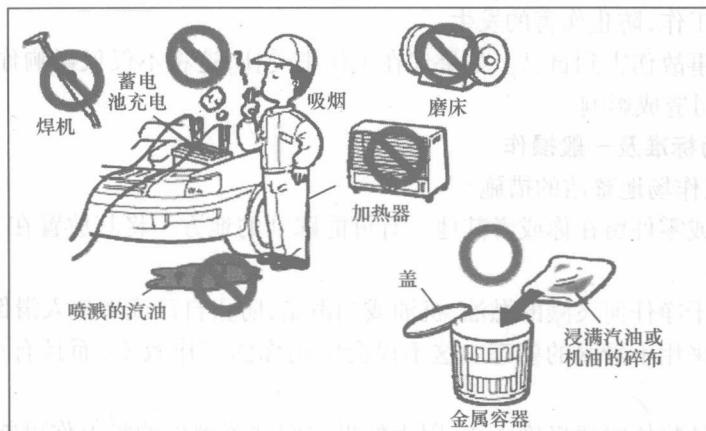

图 1-1-5 车间防火要求
(1) 如果火灾警报响起,所有人员应当配合扑灭火焰。要做到这一点,必须知道灭火器放在何处及如何使用。
(2) 严禁吸烟,除非在吸烟区,并且要确认将香烟熄灭在烟灰缸里(图 1-1-5)。